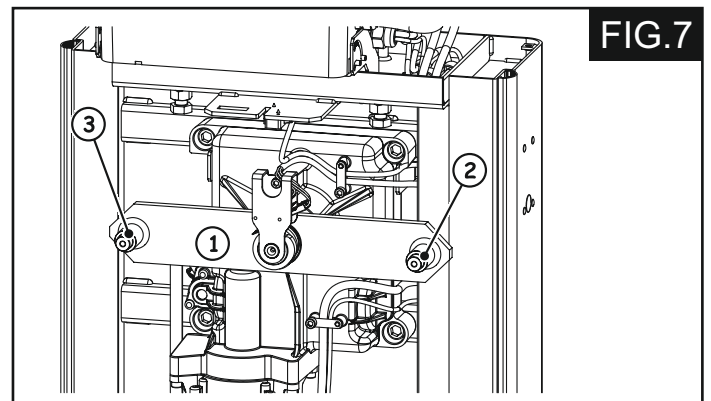

FIG.7
8.- Coloque la barra porta-muelle (Fig. 7 Ref. 1), en posición horizontal.
- si el Brazo desciende a la izquierda del armazón el plato debe fijarse en el perno 2 de la (Fig. 7).
- si el Brazo desciende a la derecha del armazón el plato debe fijarse en el perno 3 de la (Fig. 7).